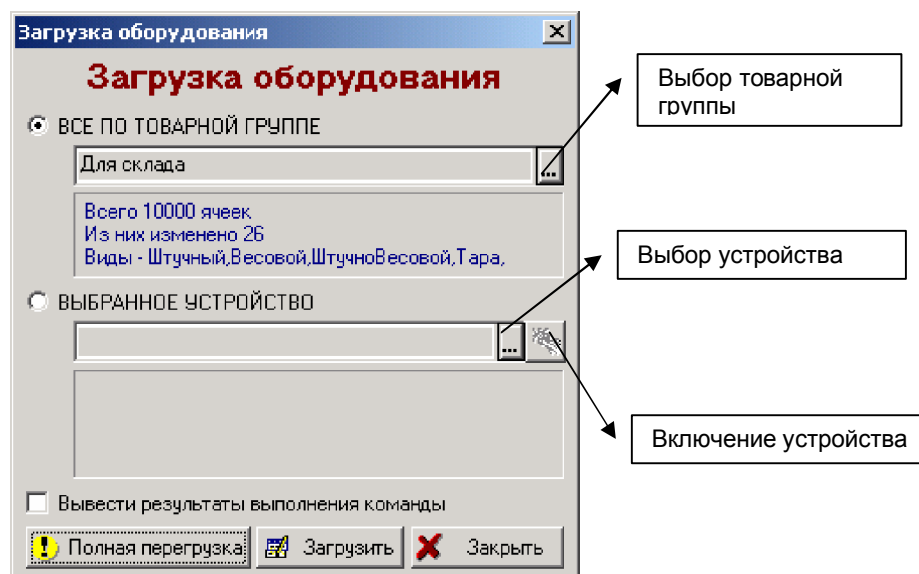

Рис. 10
- 3 Нажмите кнопку «Действия» и выберите в ниспадающем контекстном меню пункт «Выгрузить в оборудование». Откроется окно «Загрузка оборудования» (рис. 10)